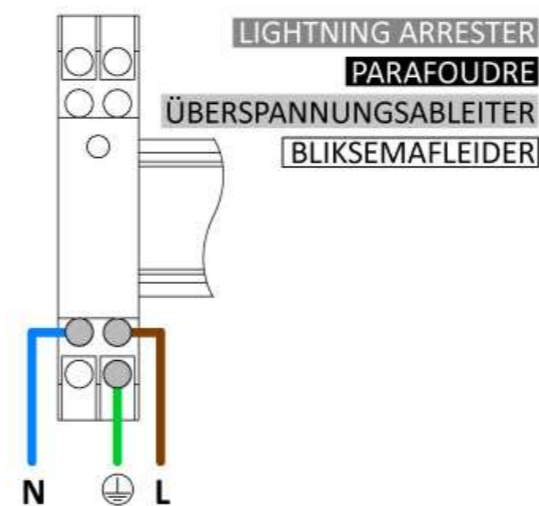

FIGURE 3.
Size and protect cables according to the maximum input/ output current. The mains input cables must be connected to the surge arrester (figure 3).
- Dimensionner et protéger les câbles en fonction du courant d'entrée/ sortie maximum. Les câbles d'entrée secteur doivent être raccordés sur parafoudre (figure 3).
- Fil neutre bleu (N)
- Fil phase marron (L)
- Die Kabel entsprechend dem maximalen Eingangs-/ Ausgangsstrom dimensionieren und schützen. Die Netzeingangskabel müssen an Überspannungsableiter angeschlossen werden (figure 3).
- Blaues Kabel: Neutralleiter (N)
- Braunes Kabel: Phasenleiter (L)
- De afmetingen van de kabels aanpassen afhankelijk van de maximum ingaande/uitgaande stroom en ze beschermen. De ingaande netspanningskabel moeten worden aangesloten op de Bliksemafleider (figure 3).
- Nulleider blauw (N)
- Spanningsleider bruin (L)